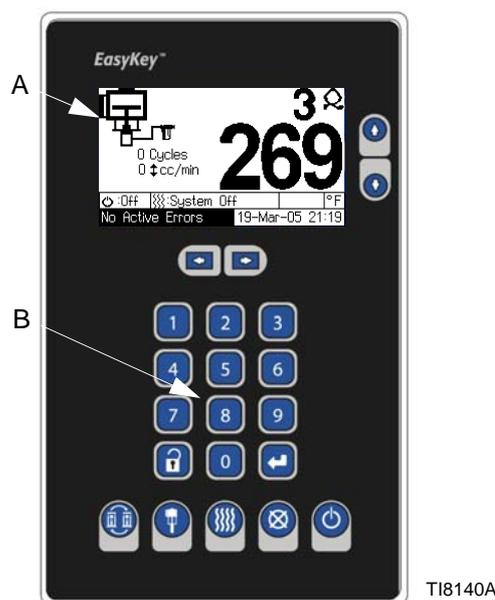

Рис. 7: Дисплей и клавиатура устройства EasyKey
Дисплей EasyKey представляет простой интерфейс пользователя, состоящий из жидкокристаллического дисплея (A) и клавиатуры (B). См. Рис. 7.